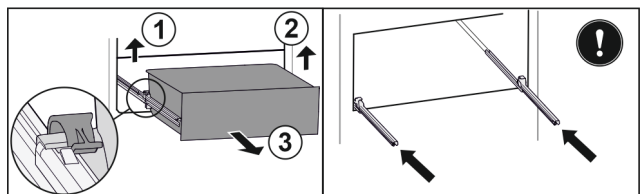

Fig. 92
- Nosta vasenta pidikettä ja vedä samalla vetolaatikkoa vasemmalta eteenpäin. Fig. 92 (1)
- Nosta oikeanpuolista pidikettä ja vedä samalla vetolaatikkoa oikealta eteenpäin. Fig. 92 (2)
- Poista vetolaatikko vetämällä sitä eteenpäin. Fig. 92 (3)